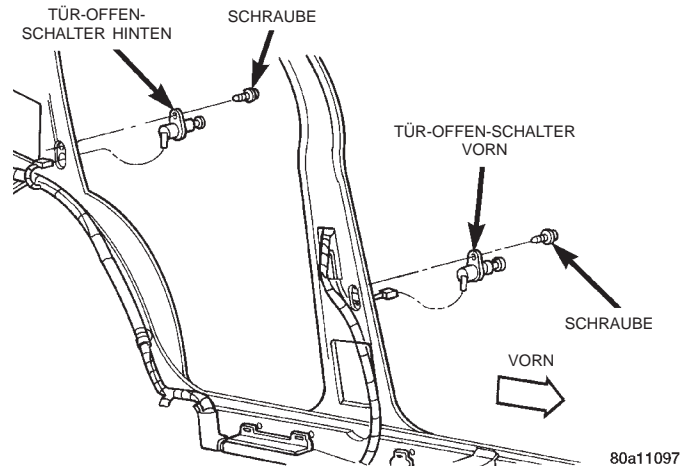

Abb. 2 Tür-Offen-Schalter aus- und einbauen
(1) Batterie-Minuskabel abklemmen und elektrisch isolieren.
(2) Die Schraube lösen, mit welcher der Tür-Offen-Schalter an der Säule hinten an der Türöffnung befestigt ist (Abb. 2).